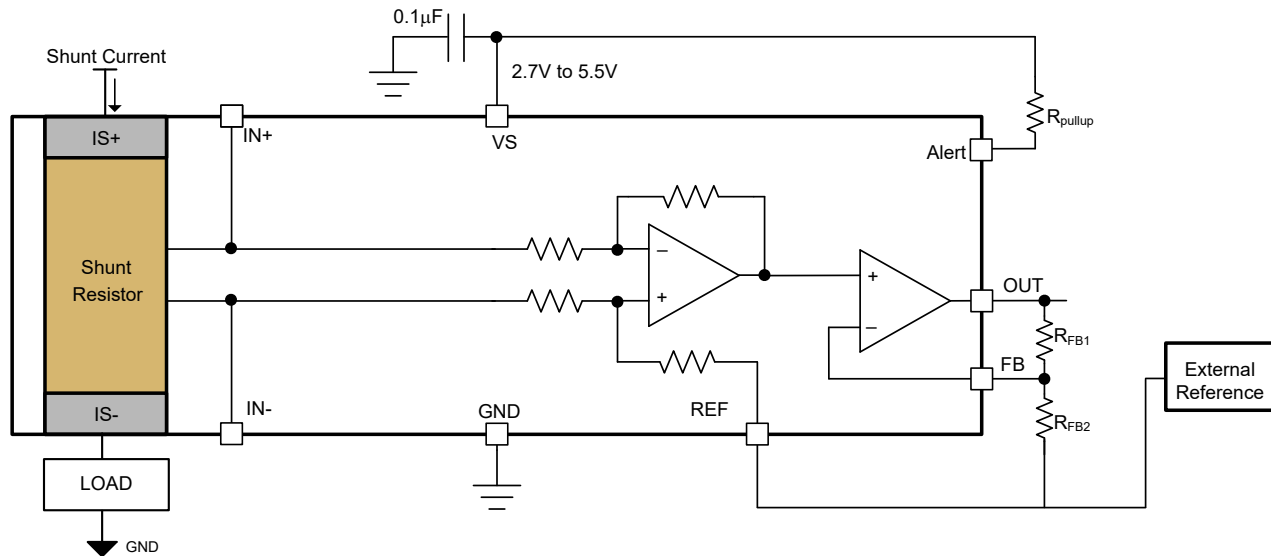

図 6-7. 外部抵抗分割器による調整可能なゲイン設定
INA751x は、2 つの外付け抵抗ネットワークでゲインを調整可能です。デフォルトのゲインは 40mV/A であり、外付けの可変ゲイン抵抗ネットワークを追加することで、総ゲイン (G) は最大 800mV/A の範囲に対応できます。図 6-7 に、外付けゲインを追加するように構成された 2 つの外付け抵抗  $R_{FB1}$  および  $R_{FB2}$  を示します。式 2 は外部可変ゲインの計算に使用でき、式 3 は外付け可変ゲインでのシステムの合計ゲインを示します。リファレンスピンによる出力の調整に示すように、REF ピンと抵抗  $R_{FB2}$  の一方の端は、OUT ピンで必要な電圧に基づいて、外部リファレンスに接続されています。